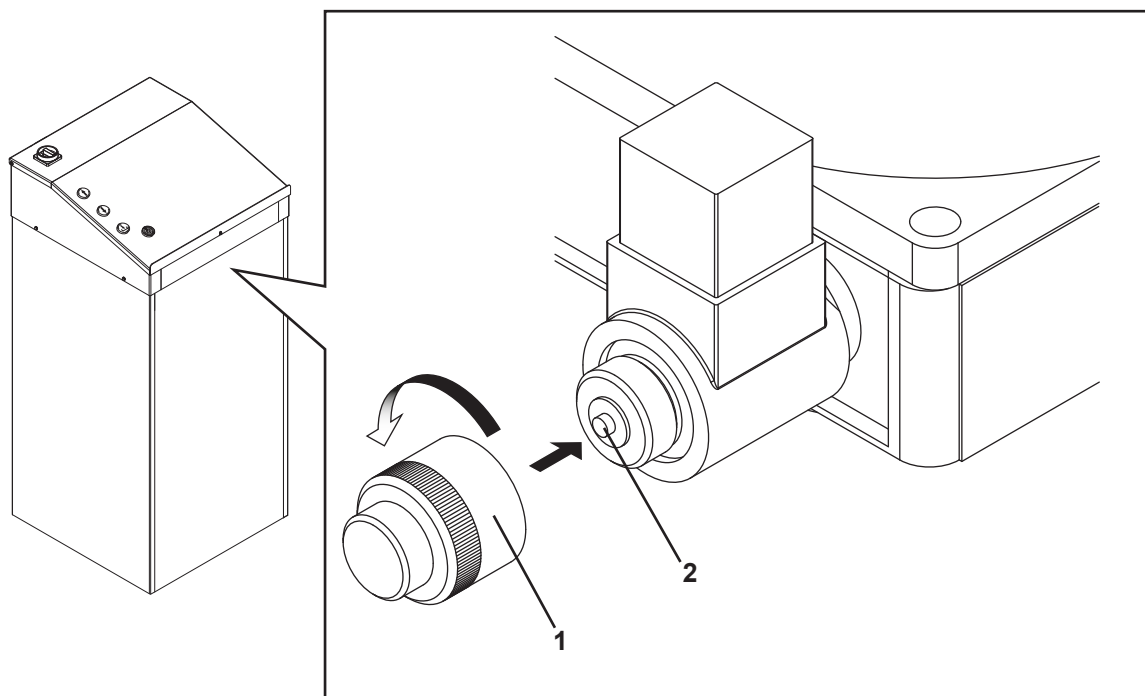

Fig. 26
- aprire la valvola di discesa manuale prima svitando il tappo di protezione (1) (Fig.26), poi premere sul dispositivo (2).
- Open the manual drop valve by unscrewing the protection cap (1) (Fig.26) and then pressing device (2).
- Das manuelle Absenkenventil öffnen, indem zuerst der Schutzstößel (1) (Fig.26) losgeschraubt und dann die Vorrichtung (2) betätigt wird.
- Ouvrir la valve de descente manuelle en dévissant d'abord le bouchon de protection (1) (Fig.26) et en appuyant ensuite sur le dispositif (2).
- abra la válvula de descenso manual desenroscando el tapón de protección (1) (Fig.26) y, luego apriete el dispositivo (2).